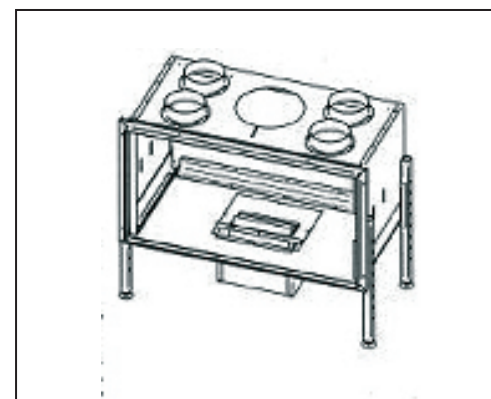

FIG. 5
- Installez le ventilateur par l'intérieur du caisson (en option). (FIG.5)